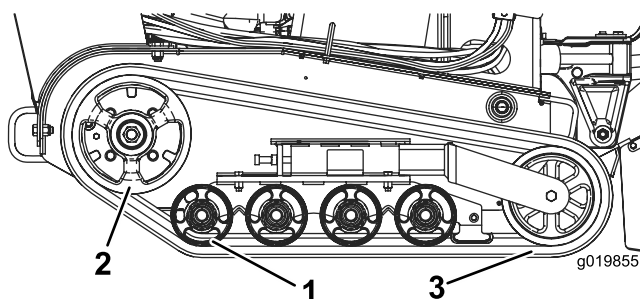

Figura 46
Importante: Assicuratevi di pulire a fondo le ruote e la ruota conduttrice (Figura 46).
8. Avvolgete il nuovo cingolo iniziando dalla ruota conduttrice e controllando che i denti all'interno del cingolo si posizionino tra i distanziali della ruota stessa (Figura 46).
9. Spingete il cingolo sotto le ruote non motrici (Figura 46).